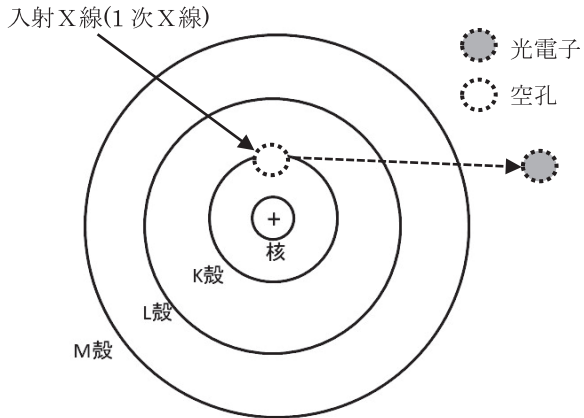

図2 特性X線の発生原理の概略図
- 2.1 X線を入射（1次X線）すると電子が励起され遊離し、空孔ができる。（図2）